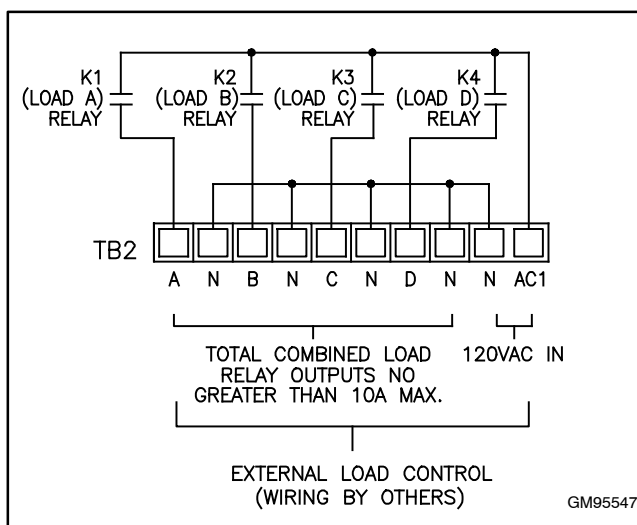

Figure 2-17 Circuit de relais d'alimentation sur la carte d'interface/de gestion de charge combinée
Raccorder les relais de charge fournis par le client au bornier TB2 pour les charges A, B, C et D. Voir Figure 2-17 pour les raccordements. Voir les caractéristiques du relais recommandé à la section 2.7.1.
10. Brancher l'alimentation 120 Vca aux raccordements TB2 AC1 et N. Voir Figure 2-17. Raccorder la tension de ligne 120 VCA au bornier AC1. Raccorder le neutre à N. L'alimentation vers ce circuit doit être couverte par le groupe électrogène et ne doit pas être raccordée au circuit qui peut faire l'objet d'un délestage.